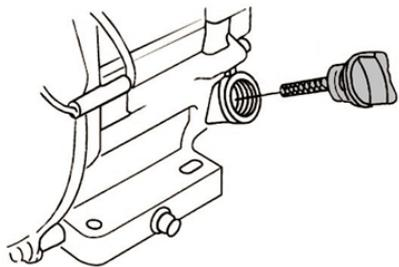

Рис. 6 Крышка-щуп маслосливной горловины
2. Открутите крышку-щуп маслосливной горловины и извлеките щуп (Рис. 6).